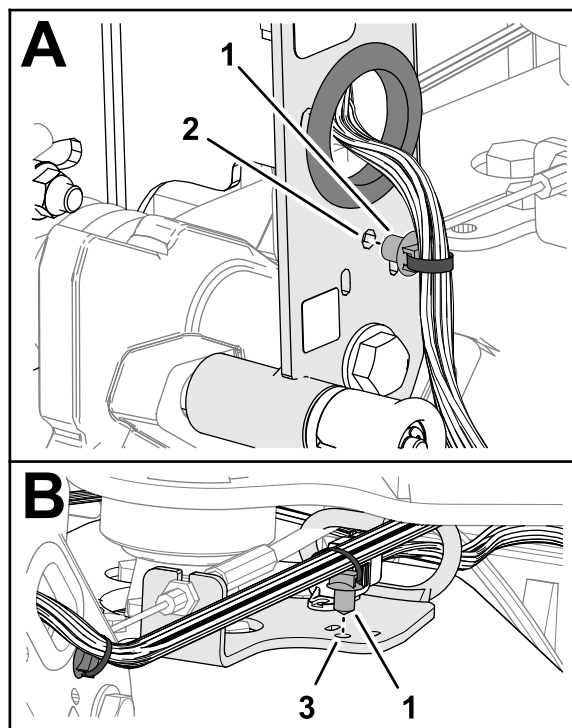

Figura 10
4. Introduceți ancora cu fixare prin împingere a cablajului mainii în orificiul din canalul barei de ghidare (Figura 10).